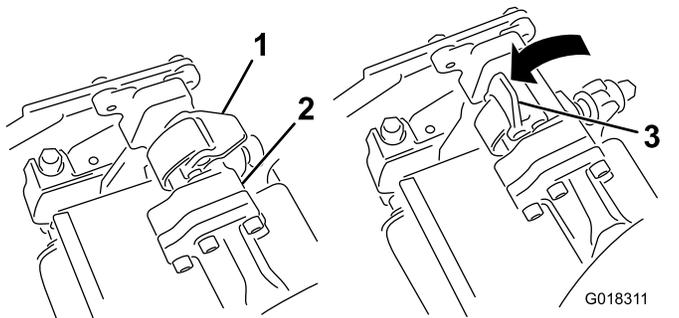
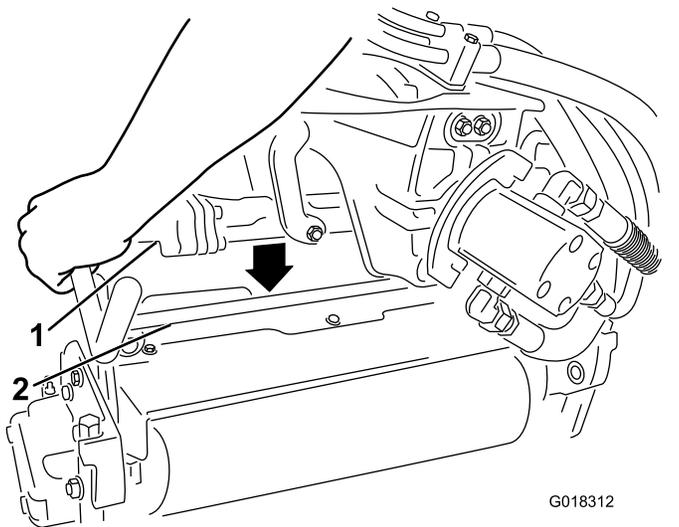

图 3
图 4
2. 当悬挂臂杆上的门锁打开时图 3 向下压悬挂臂使悬挂臂位于穿刺刀组顶部的横杆上方图 4。
3. 关闭门锁以将穿刺刀组锁定到位图 3